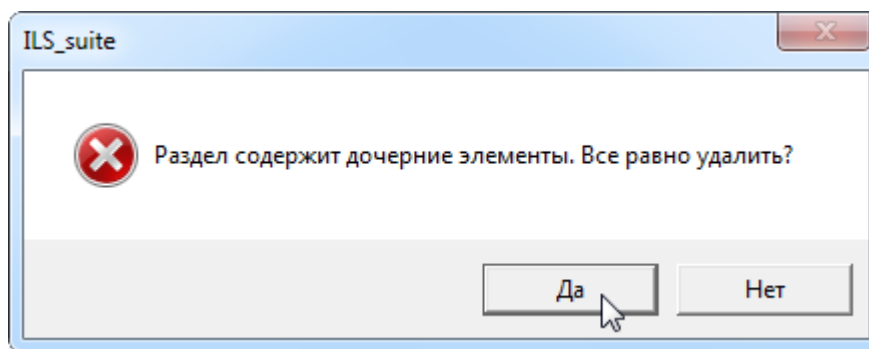

Рис. 13-18 – Предупреждение о наличии у раздела дочерних элементов
3) Если раздел содержит дочерние элементы (подразделы или опционы), откроется новое окно (рис. 13-18).